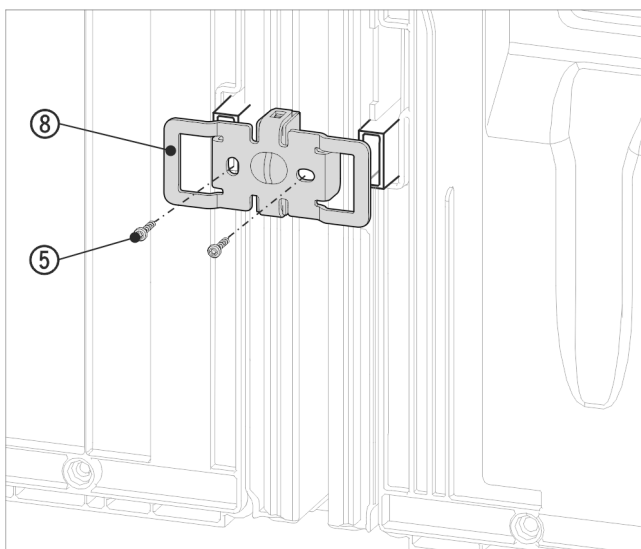

Fig. 18 Zobrazení příkladu
- ▶ Úhelník Fig. 18 (8) znovu zasuňte vybráním přes úchyt pro vymezoavač odstupu od stěny.
- ▶ Přišroubujte pomocí 2 šroubů Fig. 18 (5).